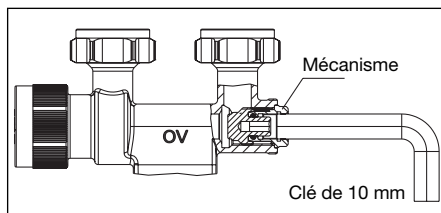

Fig. 7 Vidange / Remplissage
2. Desserrer le mécanisme (1/4 de tour au maximum) à l'aide de la clé à six pans de 10 mm en la tournant vers la gauche (voir fig. 7).
3. Dévisser l'outil de manœuvre du raccord et serrer le mécanisme à l'aide d'une clé à six pans de 10 mm (10 Nm au maximum) (voir fig. 7).
1. Fermer le raccord en tournant le mécanisme vers la droite (voir fig. 7) à l'aide d'une clé à six pans de 10 mm (10 Nm au maximum).